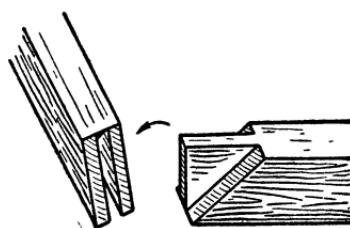

Рис. 33.
6) целым шипом вполупотай (рис. 33).